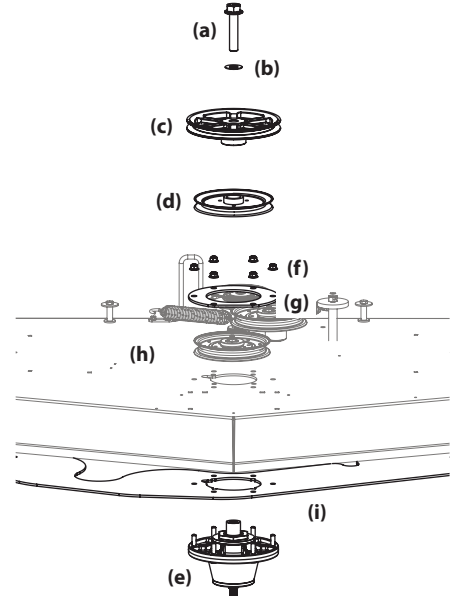

Figure 4-26
8. Retirez le boulon hexagonal (a) et la rondelle plate (b) qui fixent la poulie d'entraînement (c) et la poulie centrale (d) à la fusée (e). Voir Figure 4-26.
9. Retirez les six écrous autobloquants à bride (e) qui retiennent la fusée centrale (d) et les plaques de support (f) au boîtier du plateau de coupe (g). Voir Figure 4-26.